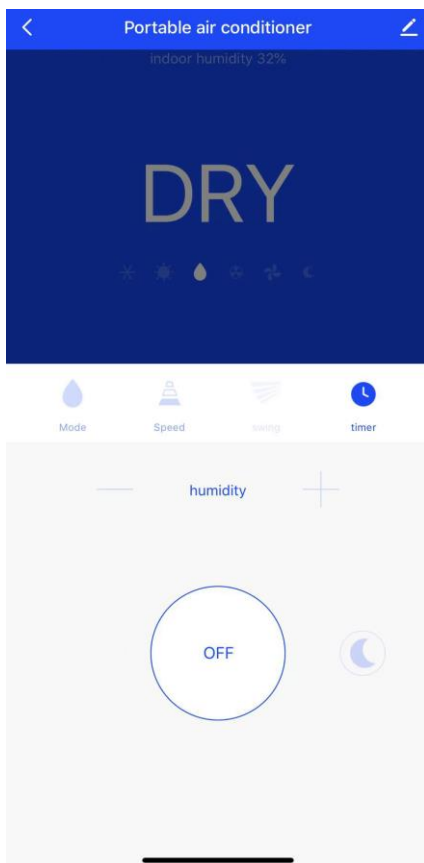
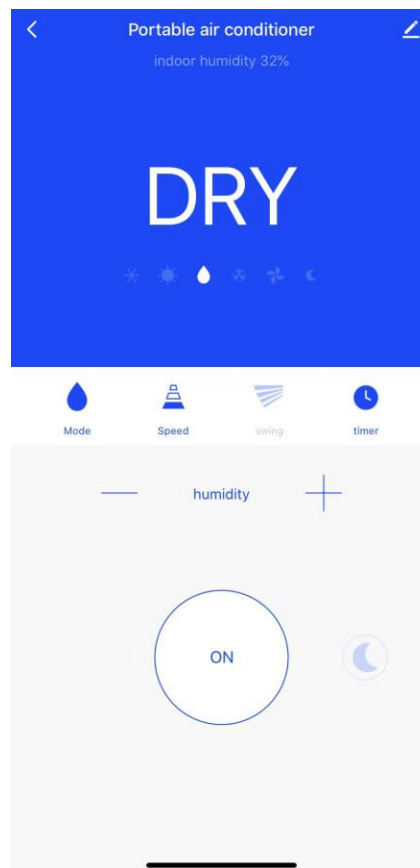

Abb. 8
Abb. 9
1. Tippen Sie auf „OFF“ in Abb.8, die Schnittstelle wird zu Abb.9 und das Gerät beginnt zu arbeiten.